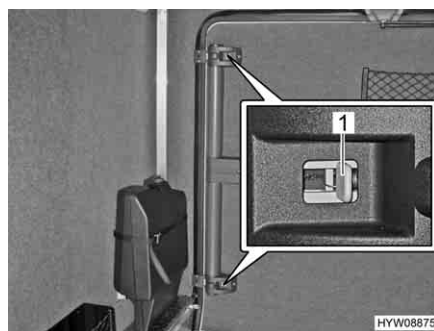

Fig. 58 Porta del garage (sbloccaggio di emergenza dall'interno)
- Spingere i cursori grigi (Fig. 58,1) presenti sulla chiusura superiore e inferiore verso il centro della porta.